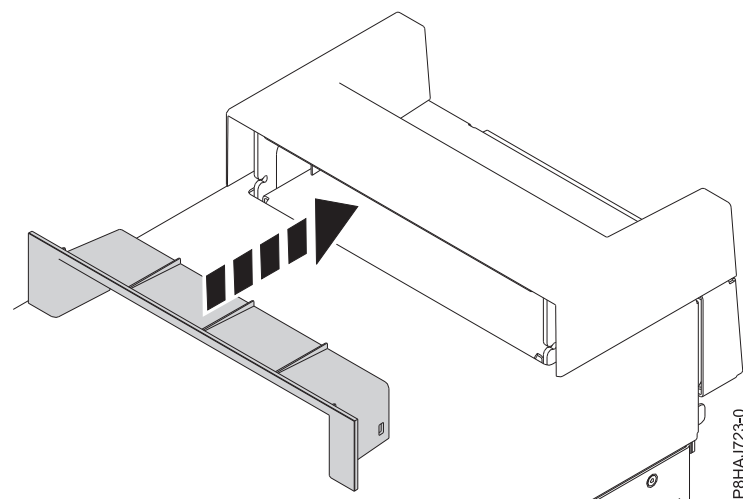

Figure 36. Insertion de la pièce plastique dans la poignée sur un système autonome 8286-41A
2. Insérez la pièce plastique (garniture intérieure) dans la poignée en la poussant fermement comme illustré figure 36.